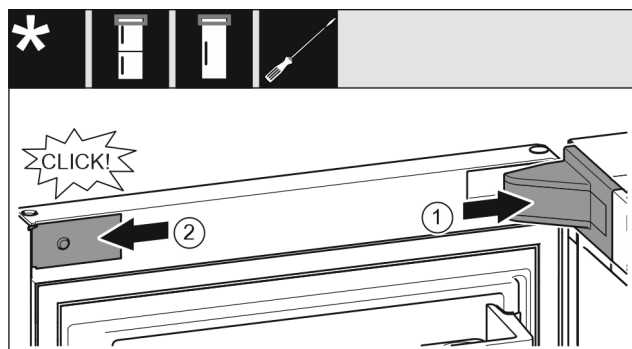

Fig. 22
- ▶ Nasadíte kryt ložiskovej konzoly a zaistíte, príp. opatrne rozťahujete. Fig. 22 (1)
- ▶ Z boku nasadíte a zaistíte kryt. Fig. 22 (2)